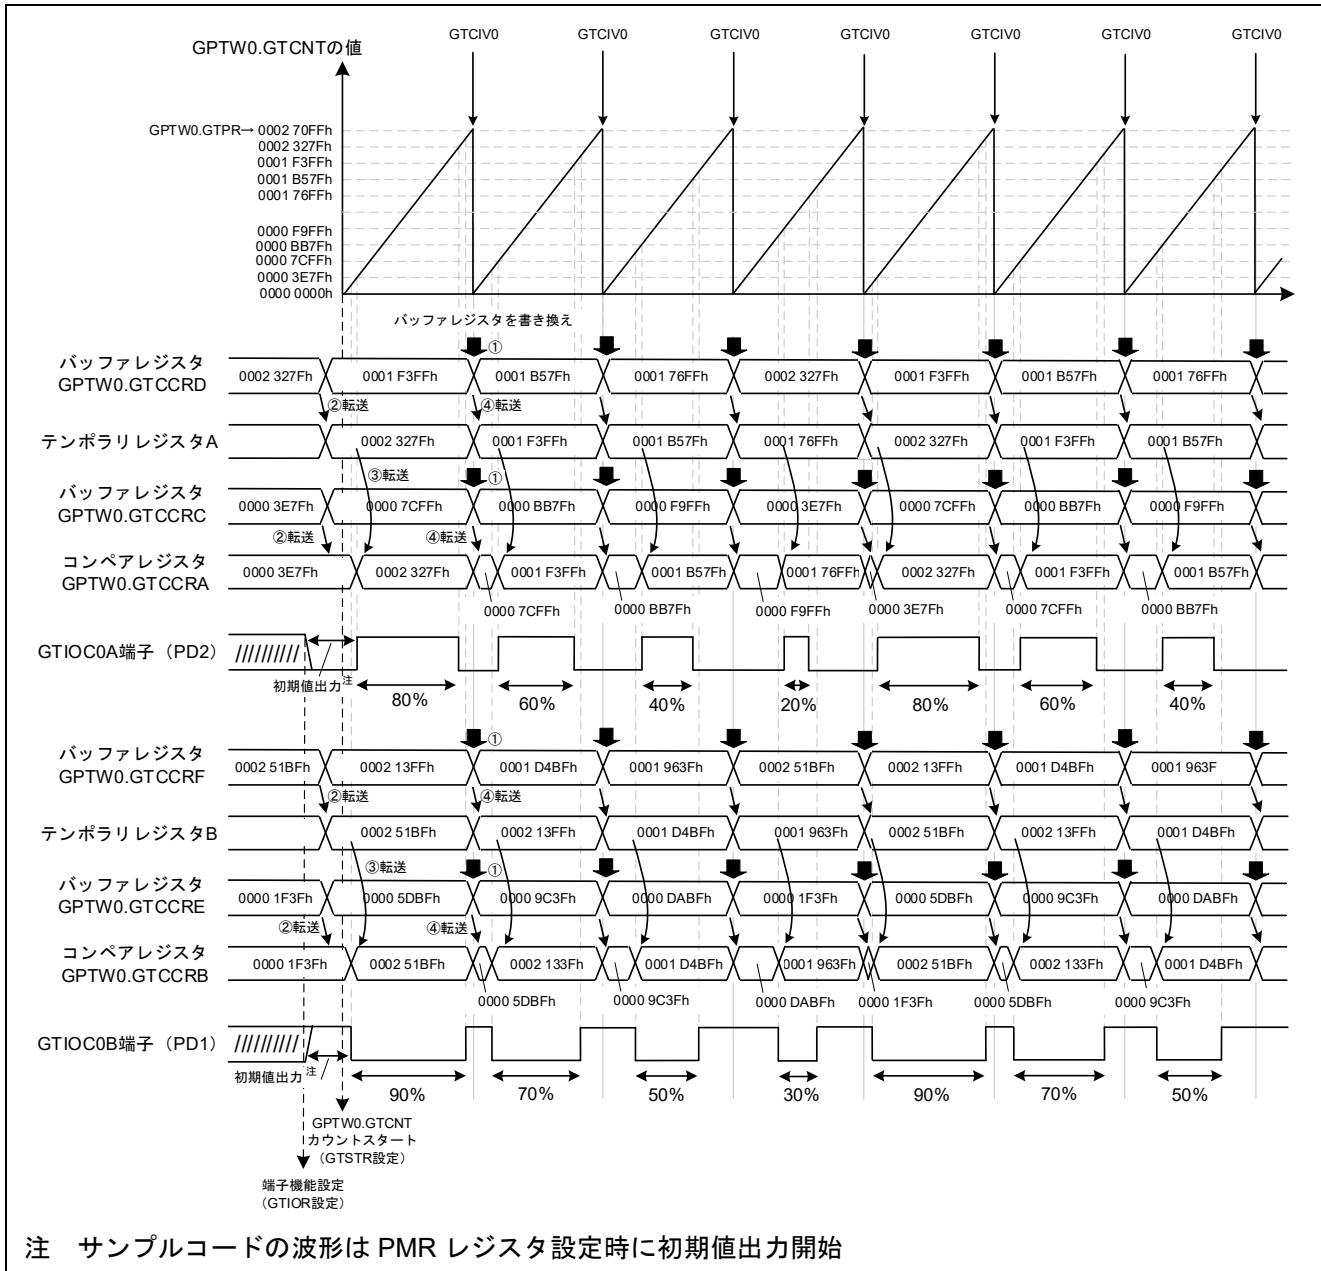

図 4-23 デッドタイム自動設定機能 未使用 (のこぎり波ワンショットパルスモード)
デッドタイム自動設定機能を使用しない場合 (GTDTCR.TDE ビットが “0”) の動作を図 4-23 に示します。
上記サンプルコードは、周期ごとにデューティの設定を変更するため、GTCNT カウンタのオーバフロー割り込み (GTCIV0) でバッファレジスタ GTCCRC、GTCCRD、GTCCRE、GTCCRF の値を書き換えていきます (図 4-23 ①)。
本サンプルコードでは、スマート・コンフィグレータを使用し生成したコードのバッファレジスタ初期値はコンペアレジスタと同じ値が設定されます。そのため、カウント開始前にユーザ初期化関数 R_Config_GPT0_Create_UserInit にてバッファレジスタ値を設定しています。設定したレジスタ値は、強制バッファ転送を行い、バッファレジスタ GTCCRD (GTCCRF) からテンポラリレジスタ A (B) へ転送、およびバッファレジスタ GTCCRC (GTCCRE) からコンペアレジスタ GTCCRA (GTCCRB) へ転送されます (図 4-23 ②)。
- GTCNT カウンタのオーバフロー発生時に、バッファレジスタ GTCCRD (GTCCRF) からテンポラリレジスタ A (B) へ転送、およびバッファレジスタ GTCCRC (GTCCRE) からコンペアレジスタ GTCCRA (GTCCRB) へ転送されます (図 4-23 ③)。
- GTCNT カウンタのオーバフロー発生時に、バッファレジスタ GTCCRC (GTCCRE) からコンペアレジスタ GTCCRA (GTCCRB) へ転送されます (図 4-23 ④)。